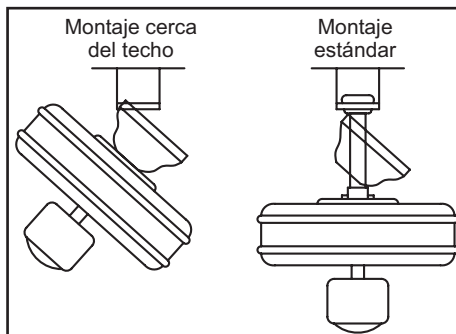

Figura 11
4. Con cuidado alza el ensamblado hacia la placa de montaje del techo y cuelga el ventilador del gancho suministrado usando uno de los orificios en el borde exterior de la cubierta de techo (Figura 11). **Si usas el montaje estándar**, asienta la bola de soporte en la placa del soporte de montaje. Asegúrate de que la pestaña sobre el casquillo de soporte de montaje encaje bien dentro de la ranura de la bola de soporte (Figura 11).
EL GANCHO COMO SE MUESTRA EN LA FIGURA 11 SOLAMENTE ES PARA EQUILIBRAR EL VENTILADOR MIENTRAS SE CONECTAN LOS CABLES. SI NO SE CUELGA COMO SE MUESTRA EN LA FIGURA 11, PUEDE ROMPERSE EL GANCHO, Y EL VENTILADOR SE CAERÁ. EL GANCHO DEBE PASAR DE ADENTRO HACIA FUERA DE LA CUBIERTA